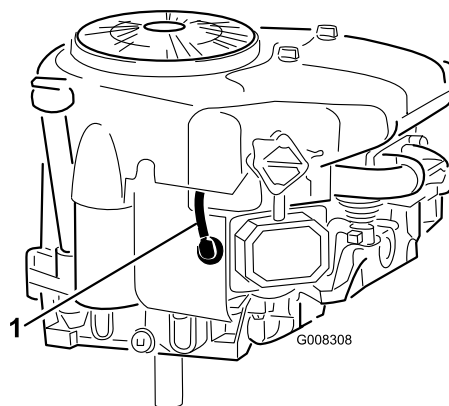

Figura 26
6. Scollegate il cappello dalla candela (Figura 26).
8. Togliete la candela e la rondella metallica (Figura 26).
3. Collegate il cappello alla candela (Figura 26).